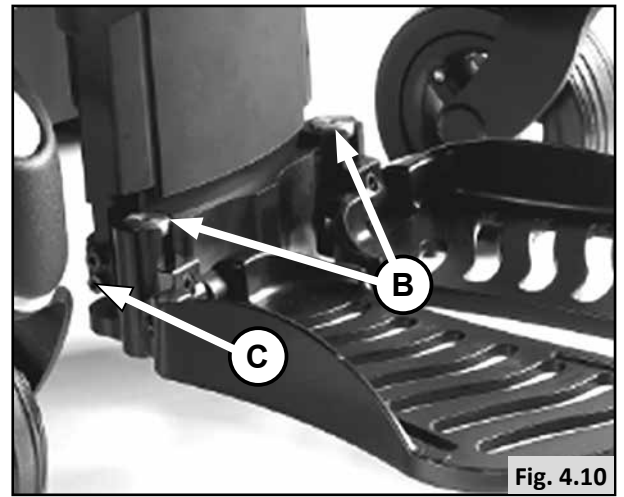

Fig. 4.10
4.4.1 Cómo establecer la longitud inferior de la pierna (Fig. 4.10):
- Afloje y retire los tornillos (los dos inferiores) ubicados a ambos lados de las plataformas reposapiés. (C).
- Ajuste los tornillos (los dos inferiores). (C).
- Afloje los cuatro tornillos (A)
- Gire el tornillo B (Fig. 4.10) para ajustar la altura de la plataforma.
- Ajuste los cuatro tornillos (A)